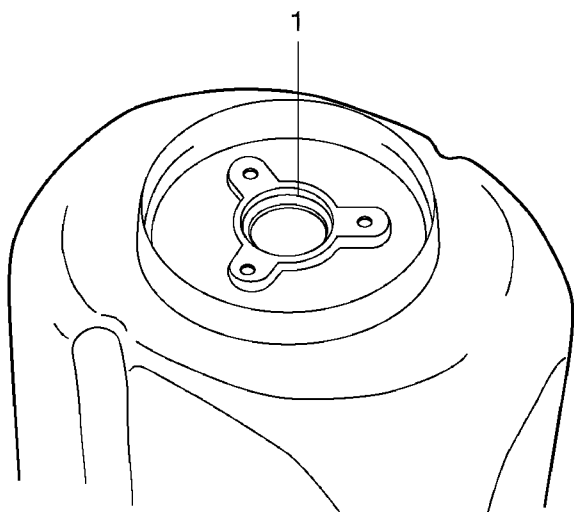

Рис. 19
1. Поместить резиновую прокладку над отверстием вала на хлебном контейнере, как показано на рисунке. (Рис. 19)